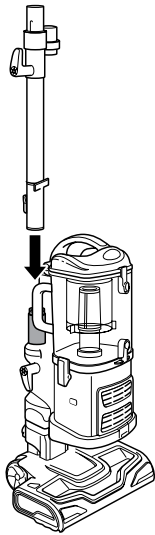

Fig. 9
- 3 Fixez l'extrémité du tube rallonge au tube à l'arrière du corps de l'aspirateur Lift-Away jusqu'à ce qu'il soit bien enclenché. **(Fig. 9)**